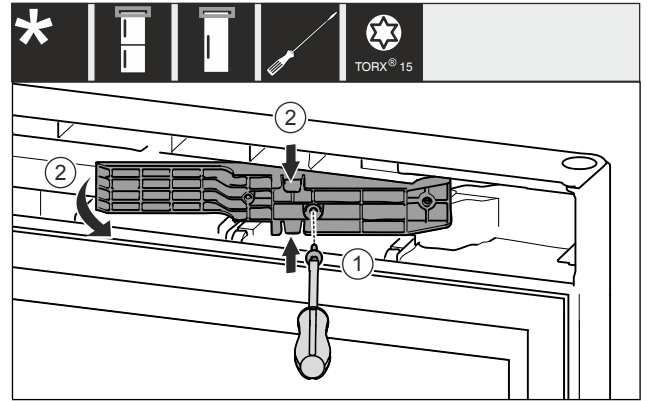

Fig. 12 *
- ▶ Soltar los tornillos con el destornillador T15. Fig. 12 (1)*
- ▶ Extraer la pieza adaptadora. Fig. 12 (2)*